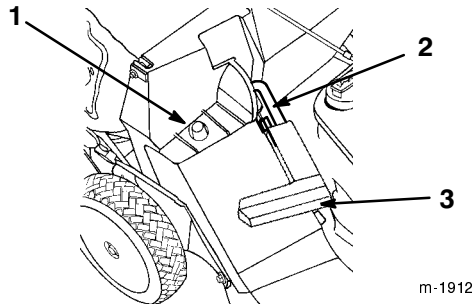

Bild 12
2. Stellen Sie sicher, dass der Griff an der Auswurfkanalklappe ganz nach vorne gestellt und dass der Stift im Riegel eingerastet ist (Bild 12).
3. Schieben Sie das Loch im Korbrahmen auf den Haltepfosten am Auswurfkanal (Bild 12).
2. Heben Sie den Griff der Auswurfkanalklappe an und ziehen ihn nach vorne, bis der Stift in den Riegel einrastet (Bild 12).